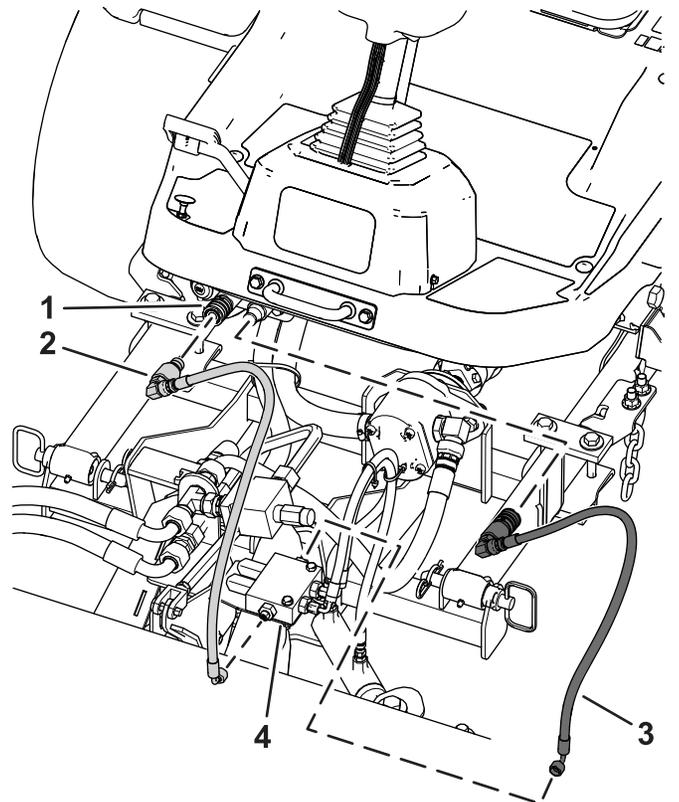
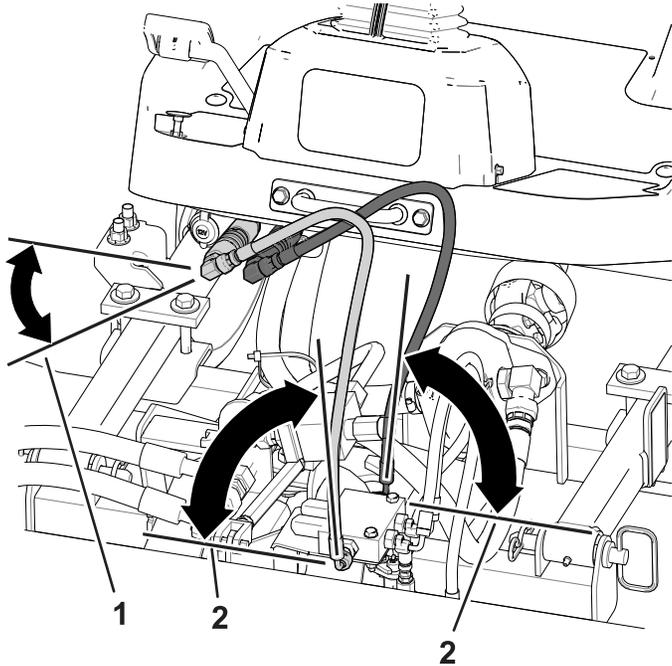

Figure 12
Figure 13
**Remarque:** Installez les flexibles aux angles indiqués à la Figure 13.
1. Installez le flexible hydraulique muni du raccord mâle à l'avant du collecteur de la brosse (Figure 12). Voir l'angle correct sur la Figure 13.
3. Branchez le flexible hydraulique sur l'orifice hydraulique sous la colonne de direction (Figure 12).
4. Installez le flexible hydraulique muni du raccord femelle à l'arrière du collecteur de la brosse (Figure 12). Voir l'angle correct sur la Figure 13.
6. Branchez le flexible hydraulique sur l'orifice hydraulique sous la colonne de direction (Figure 12).